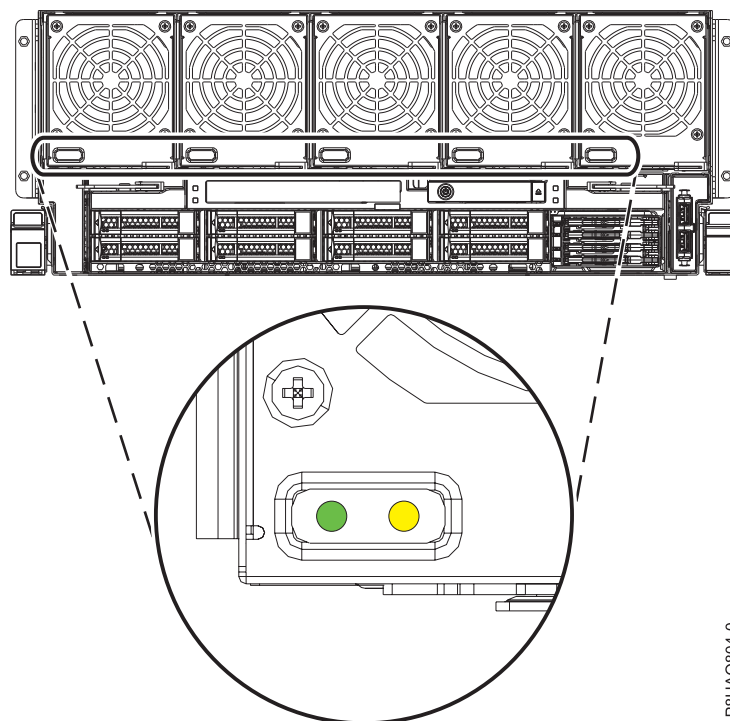

Figura 1. LEDs de ventoinhas no sistema 8408-44E ou 8408-E8E
- Cada uma das cinco ventoinhas tem um LED verde e um LED âmbar, conforme demonstrado em Figura 1 na página 3. O LED verde está aceso para as cinco ventoinhas, mas a ventoinha com a falha tem o LED de falha âmbar aceso.